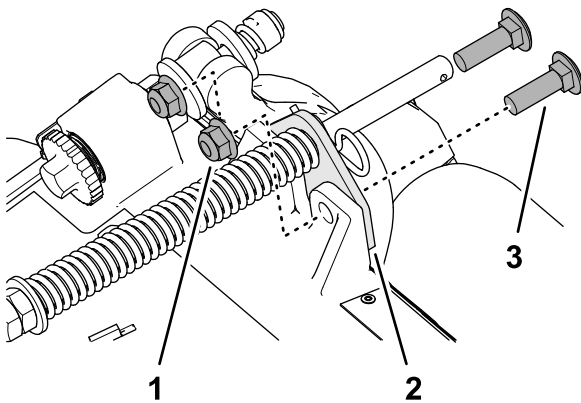

**Рисунок 7**
1. Если в заднем отверстии штока пружины компенсации установлен игольчатый шплинт, извлеките его и вставьте в отверстие рядом с кронштейном (Рисунок 7).